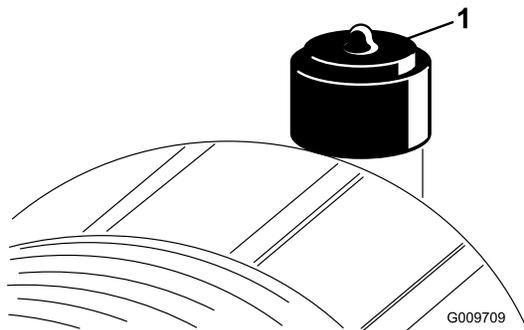

Figure 50
Faites l'entretien du filtre à air uniquement quand l'indicateur de colmatage (Figure 50) indique que cela est nécessaire. Changer le filtre à air prématurément ne fait qu'accroître le risque de contamination du moteur par des impuretés quand le filtre est déposé.
- Réarmez l'indicateur de colmatage (Figure 50) s'il est rouge.